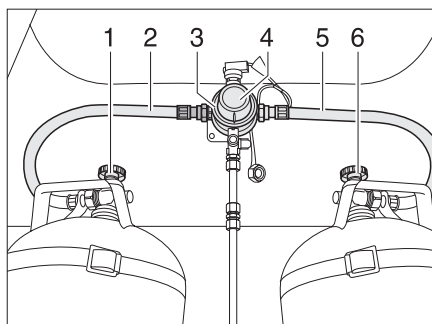
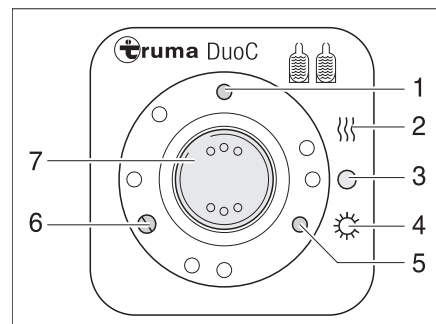

Bild 159 DuoControl-omkopplingsenhet
Bild 160 Kontrollenhet
DuoControl-omkopplingsenheten består av en omkopplingsventil (Bild 159,3) och kontrollenheten (Bild 160). Omkopplingsventilen är monterad mellan gaslang (Bild 159,2 och 5). Med vredet (Bild 159,4) på omkopplingsventilen ställer man in vilken gasflaska som ska användas som driftflaska och vilken som ska användas som reservflaska.
Med kontrollenheten (Bild 160) kan endast de elektriska funktionerna styras. Gasflaskornas huvudavstängningsventiler (Bild 159,1 och 6) måste öppnas för hand.
Omkopplingsventilen sørjer för ett konstant gstryck, oberoende av vilken gasflaska som används. De båda kontrollamporna på kontrollenheten indikerar driftflaskans tillstånd. När den gröna kontrollampan (Bild 160,6) lyser är driftflaskan full. När den röda kontrollampan (Bild 160,5) lyser är driftflaskan tom. Gasen matas sedan via reservflaskan.
- Öppna huvudavstängningsventilerna på gasflaskorna (Bild 159,1 och 6).
- Välj vilken gasflaska som ska prioriteras (driftflaska) med vredet (Bild 159,4) på omkopplingsventilen (Bild 159,3).
- Slå på DuoControl-omkopplingsenheten på kontrollenheten (Bild 160).
- Ställ för detta vippkontakten (Bild 160,7) på vinterdrift "Fjärravläsning På och uppvärmning" (Bild 160,2) eller på sommarkdrift "Fjärravläsning På" (Bild 160,4). Omkopplingsventilen har nu avluftats. Den gula kontrollampan (Bild 160,1) lyser när vinterdrift är valt och avfrostningsanläggningen för regulatorer är påslagen.
- Ställ vippkontakten (Bild 160,7) i läge "O" (Bild 160,3). Den gula kontrollampan (Bild 160,1) slocknar.
- Stäng huvudavstängningsventilerna på gasflaskorna (Bild 159,1 och 6).
Fjärravläsning Kontrollamporna på kontrollenheten (Bild 160,5 och 6) signalerar, inne i fordonet, om driftflaskan är driftklar.
Byte av gasflaskor När den gröna kontrollampan (Bild 160,6) lyser under drift och den röda kontrollampan (Bild 160,5) slocknar är den gasflaska som är vald som driftflaska tom och måste bytas. Gasförbrukarna försörjs med gas från reservflaskan.